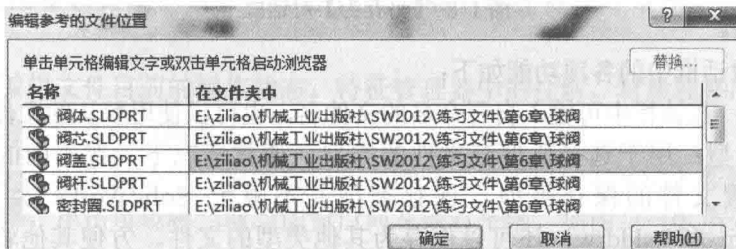

图 1-6 【编辑参考的文件位置】对话框
(1) 文件名：输入打开文件的文件名，或者单击文件列表中所需要的文件，文件名称会自动显示在文件名一栏中。
(2) 下箭头▼（位于【打开】按钮右侧）：单击该按钮，会出现一个下拉列表，有【打开】和【以只读打开】两个选项。选择【打开】选项直接打开文件；选择【以只读打开】以只读方式打开选择的文件，同时允许另一用户有文件写入访问权。
(3) 参考：单击该按钮可显示当前所选装配体或工程图所参考的文件清单，文件清单显示在【编辑参考的文件位置】对话框中，如图 1-6 所示。